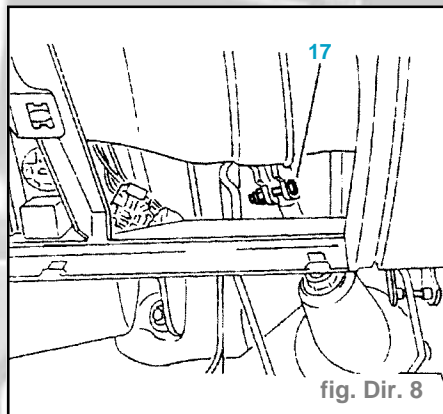

fig. Dir. 8
- Reposer la vis (7) sans la serrer (fig. Dir. 8).